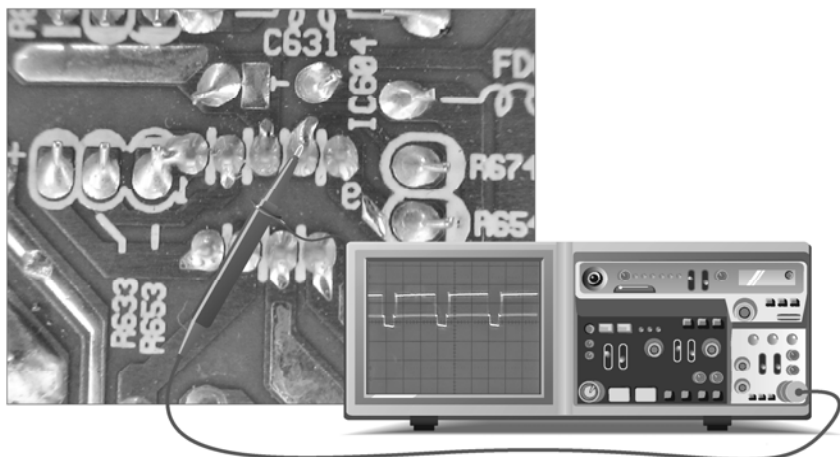

图 2-59 LM2435T⑦脚输入的 B 信号波形检测
蓝基色 B 输入信号从 LM2435T 的⑦脚输入，检测该引脚的焊点可以得到 B 输入信号的波形，具体操作及波形如图 2-59 所示。